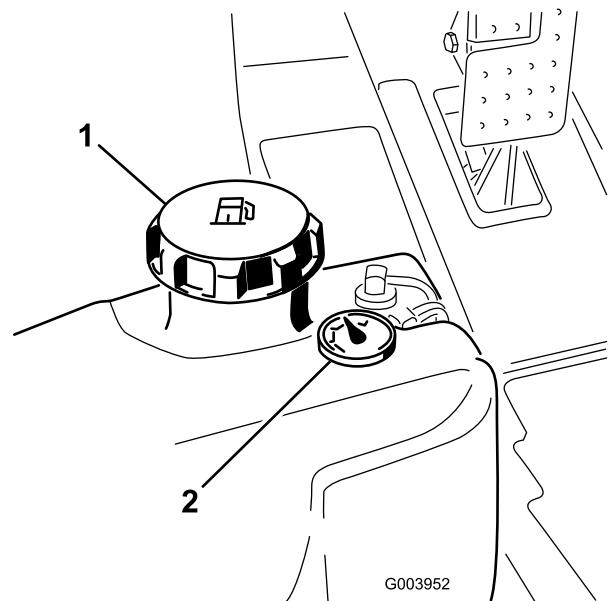

Figure 16
3. Retirez le bouchon du réservoir de carburant (Figure 16).